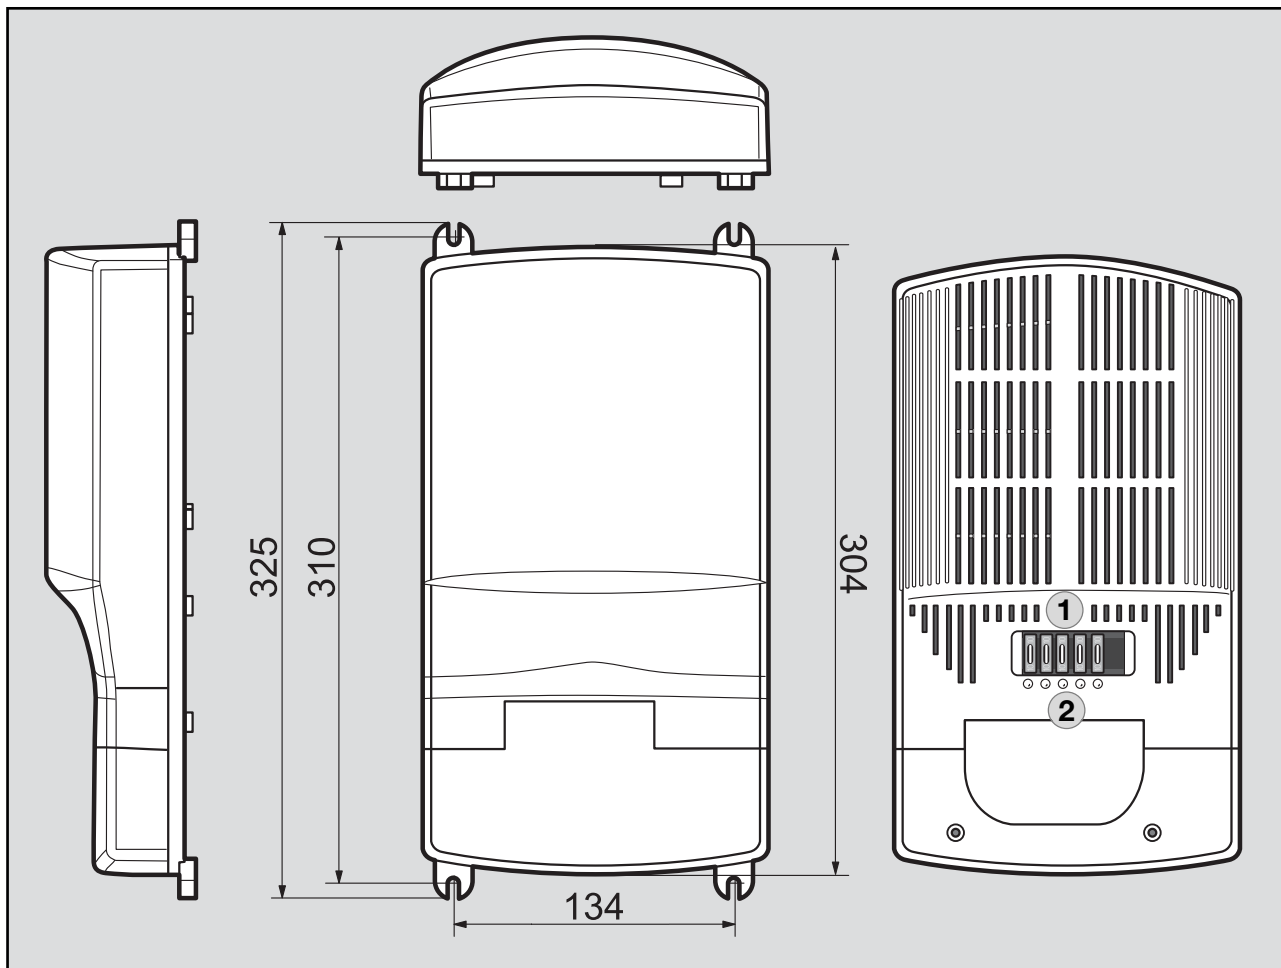

Fig. 5
- Les appareils de type 2 a + b (fig. 5 et 6, p. 34 und 35) commutent dès qu'une tension de 230V est appliquée sur le branchement.